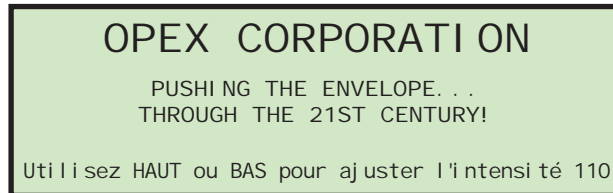

FIGURE 18 : Écran d'ajustement de l'intensité
- 2 Appuyez sur le bouton flèche **Gauche**. L'écran **Adjust Intensity (Ajustement de l'intensité)** apparaît (Figure 18).